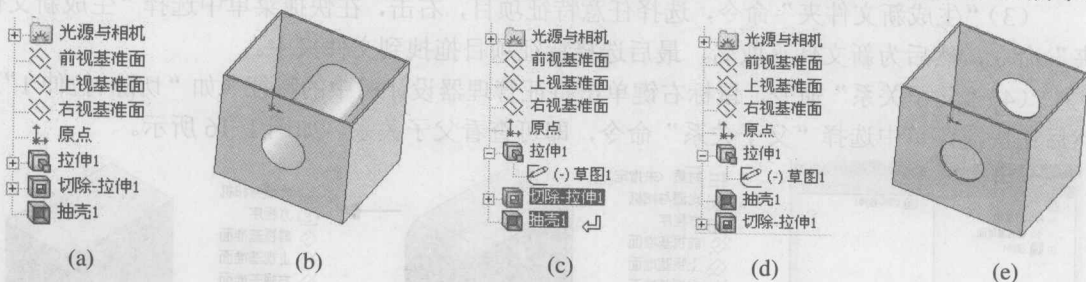

图 1-11 更改特征的生成顺序
(2) 确认和更改特征的生成顺序。可以在特征管理器设计树中拖动及放置项目来重新调整特征的生成顺序, 这将更改重建模型时特征重建的顺序。操作方法为: 将指针放在特征名称上, 按住鼠标左键并将其拖动到设计树中新的位置(上下拖动时, 所经过的项目会高亮显示。当释放鼠标左键后, 所拖动的特征放在高亮显示的特征之后)。进行上述操作时, 鼠标指针显示为  形状, 表示重排特征顺序操作是合法的; 否则鼠标指针显示为  形状, 如图 1-11 所示。